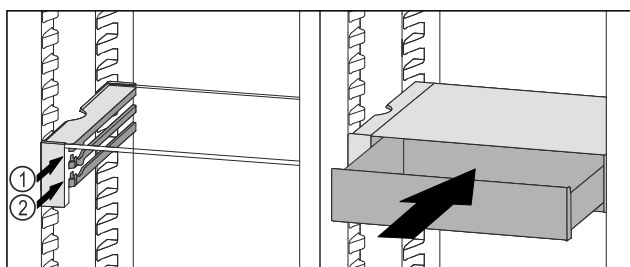

Fig. 70
- ▶ Nasaďte zásuvku VarioSafe za zarážky na požadovaném žebro Fig. 70 (1) nebo Fig. 70 (2).